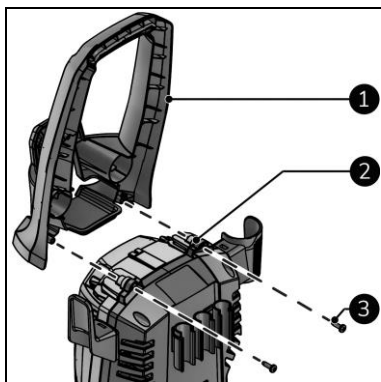

Figure 7
1. Fixez la poignée (figure 7, pos. 1) à la partie principale (figure 7, pos. 2) à l'aide des vis autotaraudeuses (figure 7, pos. 3).